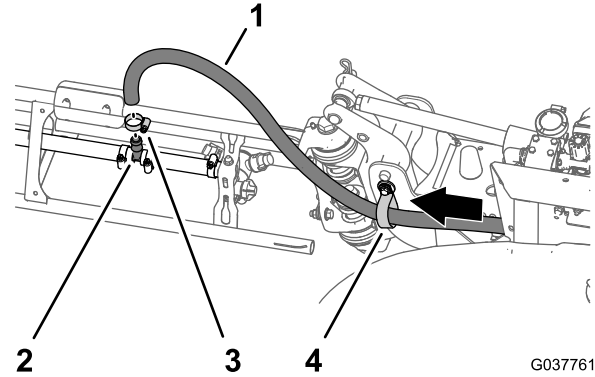

Figure 86
3. Faites passer le flexible de la section de rampe droite dans le collier de support au bout de la section de rampe centrale (Figure 86).
4. Branchez le flexible de section de rampe centrale au raccord en T de la section de rampe droite (Figure 86).